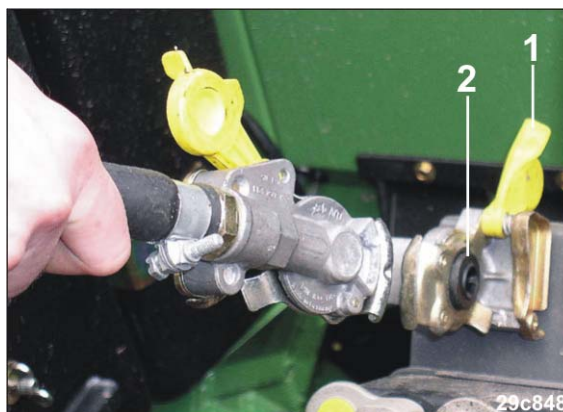

Рис. 35
2. Откройте крышку (Рис. 35/1) соединительных головок на тракторе.
5. Зафиксируйте соединительную головку тормозной магистрали (жёлтого цвета) надлежащим образом в муфте с жёлтой маркировкой (Рис. 35/2) на тракторе.